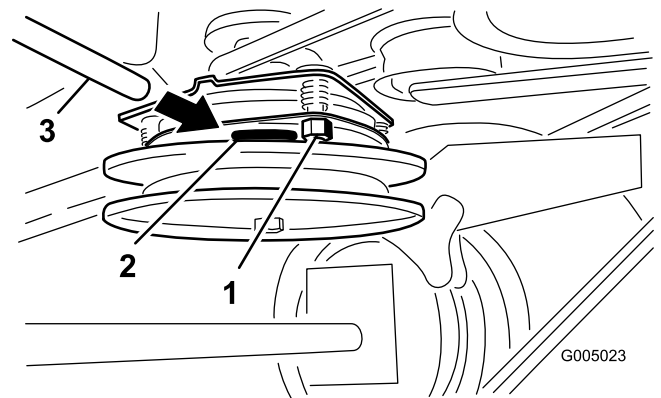

Bild 37
2. Ziehen Sie die Sicherungsmuttern fest, bis die Fühlerlehre etwas fest sitzt, jedoch leicht bewegt werden kann (Bild 37).